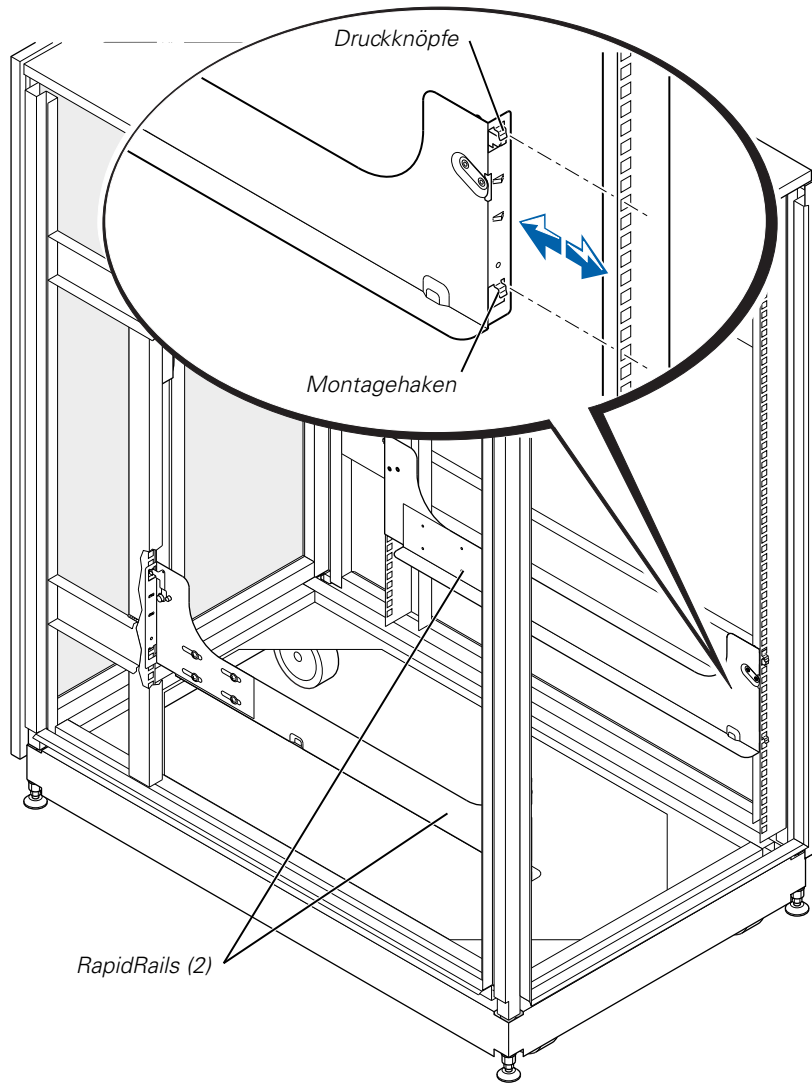

Abbildung 3-4. Installation der RapidRails
1. Schieben Sie den Flansch der Montagehalterung zur Mitte der Schiebeeinheit, um die Gesamtlänge der Schiebeeinheit leicht zu verringern (siehe Abbildung 3-4).